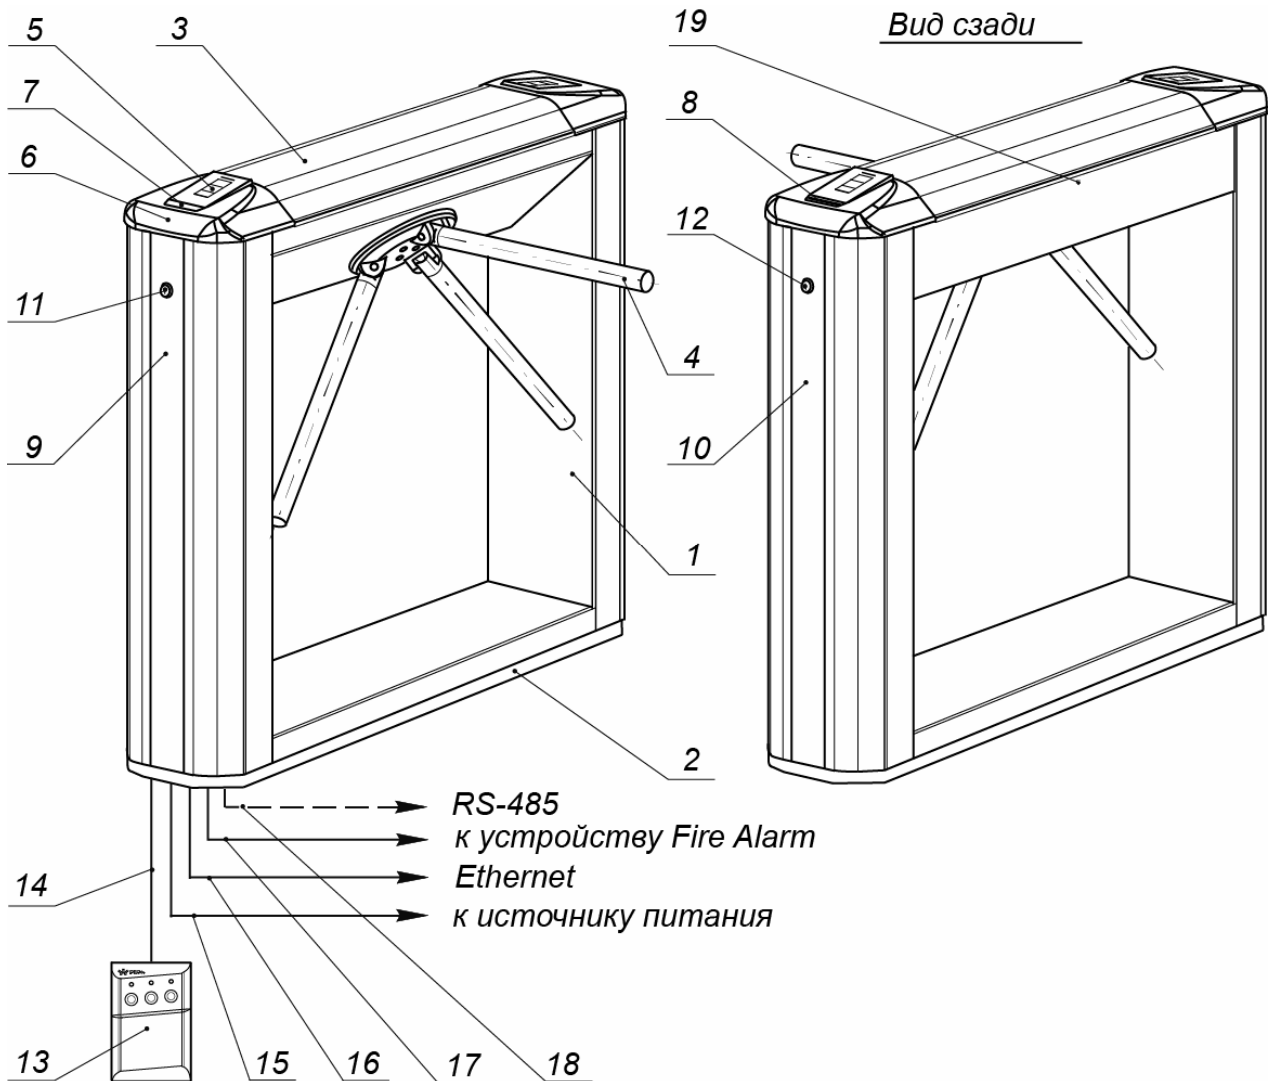

Рисунок 1. Устройство ЭП
Устройство ЭП показано на рис. 1. ЭП состоит из: стойки (1-3), встроенного контроллера ЭП, встроенного картоприемника (8) с контейнером (10), двух торцевых крышек со встроенными считывателями (6) и блоками индикации (5), а также трех преграждающих планок (4), ПДУ (13) и ПО для работы в составе СКУД **PERCo-S-20**.